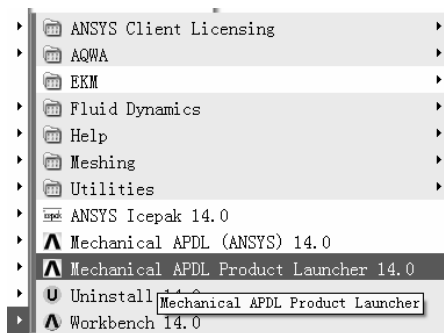
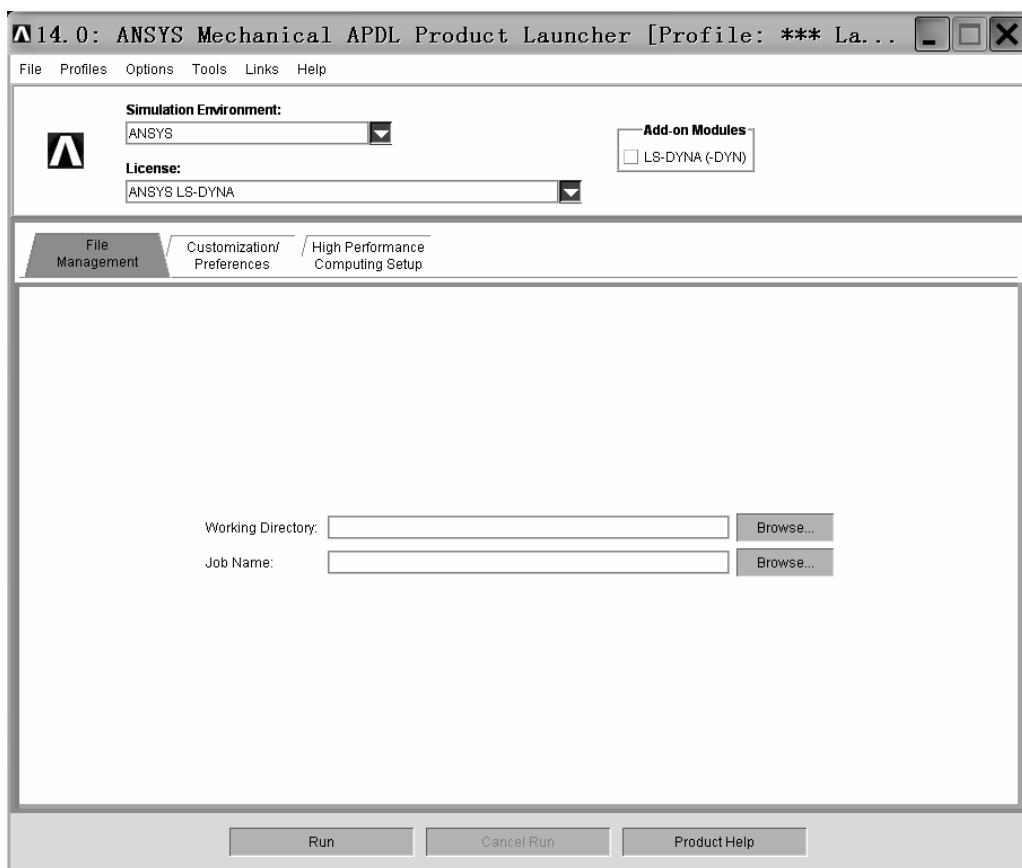

图 4-37 “Mechanical APDL Product Launcher 14.0”图标
图 4-38 “14.0: ANSYS Mechanical APDL Product Launcher [Profile:***La...”窗口
(1) 在“开始”菜单中指向“ANSYS 14.0”文件夹，出现“Mechanical APDL Product Launcher 14.0”图标（见图 4-37）。单击“Mechanical APDL Product Launcher 14.0”图标，弹出“14.0: ANSYS Mechanical APDL Product Launcher [Profile:***La...”窗口（见图 4-38）。